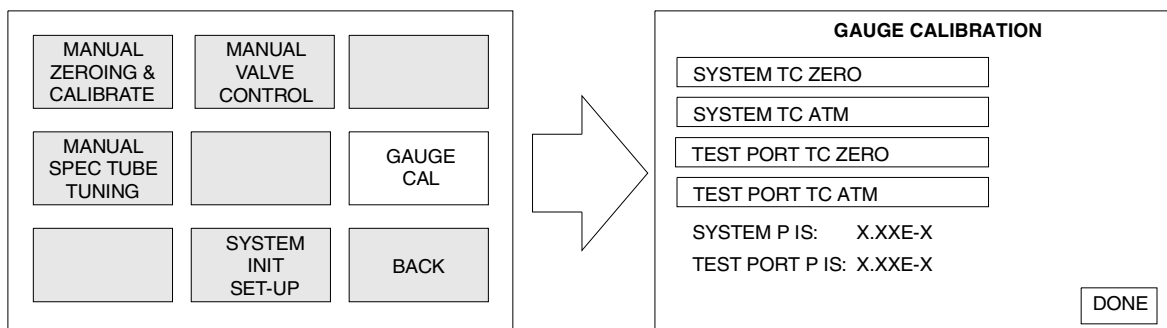

Abbildung 3-9 Bildschirm „Gauge Calibration“ (Messgerät-Kalibrierung)
Berühren Sie das Feld GAUGE CAL (Messgerät-Kal.), um den Bildschirm „Gauge Calibration“ (Messgerät-Kalibrierung) zu öffnen (Abbildung 3-9), in dem eine Kalibrierung entweder des Thermoelement-Messgeräts (Taste TC) für den Systemdruck oder für den Testanschluss durchgeführt werden kann.
6. Gehen Sie zum Bildschirm GAUGE CALIBRATION (Messgerät-Kalibrierung) (Abbildung 3-9 auf Seite 3-10), sofern Sie ihn nicht schon geöffnet haben.
3. Warten Sie etwa zehn Sekunden, bis sich der Testanschlussdruck stabilisiert hat. Gehen Sie zum Bildschirm „Gauge Calibration“ (Messgerät-Kalibrierung) (Abbildung 3-9 auf Seite 3-10).